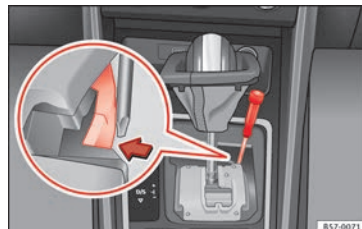

Fig. 59 Leva selettoria: sblocco di emergenza dalla posizione di parcheggio.
- Aiutandosi con un cacciavite, premere lateralmente il gancio giallo di sblocco  **fig. 59** e tenerlo premuto.